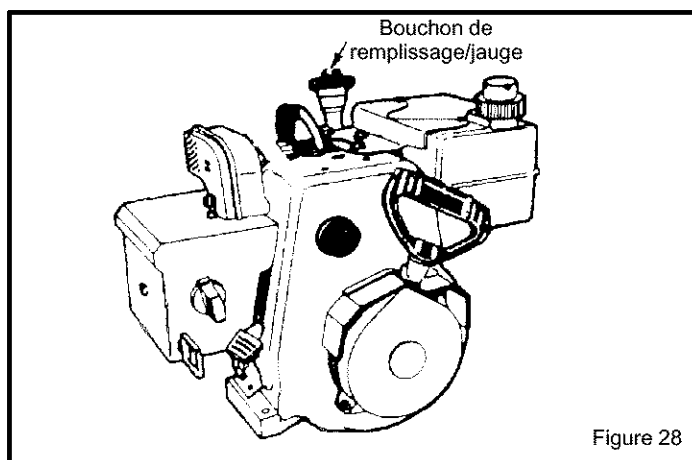

Figure 28
**Vidange de l'huile** – Placer le chasse-neige de sorte que le bouchon de vidange d'huile soit au point le plus bas du moteur. Déposer le bouchon de vidange et le bouchon de remplissage et vidanger l'huile dans un récipient approprié (Figure 28).